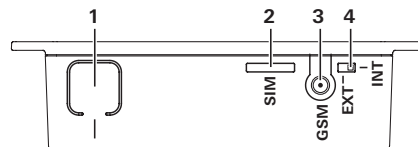

Fig. 2 – vista parte superiore
- Premere il tasto (fig. 2 – 1) sulla Truma iNet Box per circa 1 secondo.
Premere il tasto (fig. 2 – 1) per almeno 20 secondi.